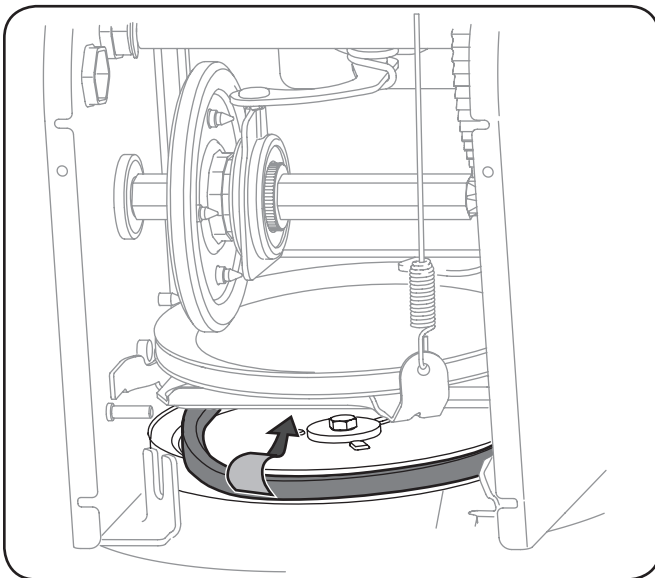

Figura 7-6
8. Retire la correa de alrededor de la polea de la barrena y deslice la misma entre la ménsula de soporte y la polea de la barrena. Vea la Figura 7-6.